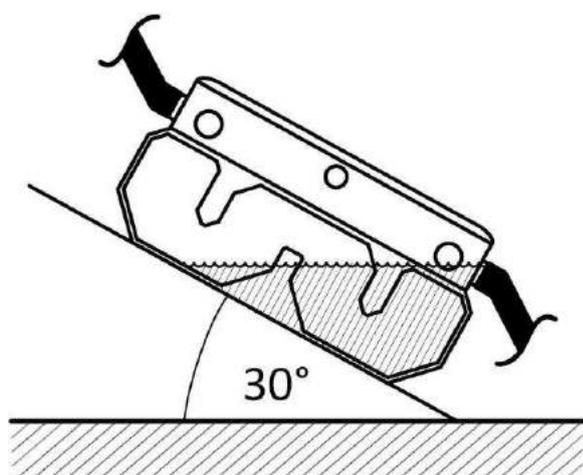

Figure 8 : Basculer le dispositif de neutralisation
1. Desserrer le couvercle d'inspection (1) en tournant les clés de distributeur (7), puis le démonter.
2. Basculer le dispositif de neutralisation à l'état monté jusqu'à une inclinaison de 30° (voir la figure 8), puis le remettre à l'horizontale.
4. Démontez les conduites de condensat sur le distributeur (3) et récupérer le condensat qui s'écoule.
5. En présence d'un module de pompe à air (10-14), le desserrer en tournant les clés de support de pompe à air (12), puis le démonter (voir chapitre 5.2).
6. Desserrer le distributeur (3) et le couvercle d'inspection (1) en tournant les clés de distributeur (7), puis les démonter.
7. Nettoyer le distributeur (3) et le couvercle d'inspection (1) avec de l'eau et un chiffon propre.
8. Monter le distributeur (3) et le couvercle d'inspection (1) et les serrer en tournant les clés de distributeur (7).
9. En présence d'un module de pompe à air (10-14), le monter et le fixer en tournant les clés de support de pompe à air (12).
10. Remonter les conduites de condensat sur le distributeur (3).
5. Desserrer le distributeur (4) en tournant les clés de distributeur (7), puis le démonter.
6. Retirer la cartouche (5) / le jeu de cartouches.
7. Vider le condensat résiduel de la cartouche (5).
8. La cartouche usagée (5) doit être retournée. Si la cartouche (5) est mise au rebut, il faut le faire conformément à la réglementation locale.
10. Monter le distributeur (3) sur la nouvelle cartouche (5) et le fixer en tournant les clés de distributeur (7).
11. Remonter les conduites de condensat sur le distributeur (3).
12. Effectuer un marquage pour la maintenance suivante sur l'autocollant de maintenance (6) de chaque cartouche (5).